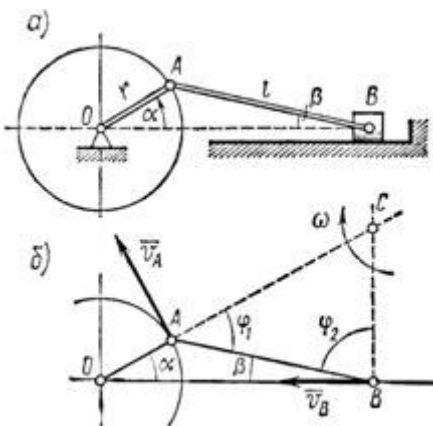

Рисунок 4
4. Кривошип  $OA = r = 40$  см кривошипно-шатунного механизма (рис. 4, а) вращается с угловой скоростью  $\omega = 25$  рад/с. Длина шатуна, приводящего ползун  $B$  в возвратно-поступательное движение вдоль горизонтальных направляющих, равна  $AB = l = 100$  см. Определить скорость ползуна  $B$  в тот момент, когда кривошип  $OA$  образует с горизонталью угол  $\alpha = 30^\circ$ .